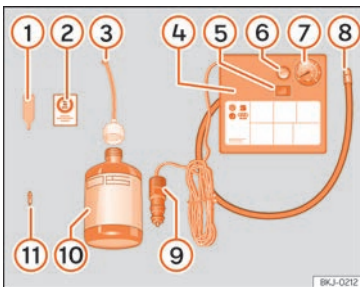

Abb. 32 Prinzipdarstellung: Bestandteile des Pannensets.
Das Pannenset befindet sich im Gepäckraum unter dem Bodenbelag. Es besteht aus folgenden Bestandteilen »» **Abb. 32**:
• Ventilkappe und Ventileinsatz vom Reifenventil abschrauben. Verwenden Sie den Ventileinsatzdreher »» **Abb. 32** ① zum Heraus-schrauben des Ventileinsatzes. Legen Sie den Ventileinsatz auf einem sauberen Untergrund ab.
- Reifendichtmittelflasche kräftig schütteln »» **Abb. 32** ⑩.
- Schrauben Sie den Einfüllschlauch »» **Abb. 32** ③ auf die Dichtmittelflasche. Die Folie am Verschluss wird automatisch durchstoßen.
- Verschlussstopfen vom Einfüllschlauch »» **Abb. 32** ③ entfernen und das offene Ende ganz auf das Reifenventil stecken.
- Ventileinsatz mit dem Ventileinsatzdreher »» **Abb. 32** ① wieder in das Reifenventil schrauben.
- Reifenfüllschlauch »» **Abb. 32** ⑧ des Luftkompressors fest auf das Reifenventil schrauben.
- Prüfen, ob die Luftablassschraube »» **Abb. 32** ⑥ zuge dreht ist.
- Stecker »» **Abb. 32** ⑨ in die 12 Volt-Steckdose des Fahrzeugs stecken »» **Seite 161**.
- Luftkompressor mit dem EIN- und AUS-Schalter »» **Abb. 32** ⑤ einschalten.
- Kleben Sie den Aufkleber »» Abb. 32 ② im Sichtfeld des Fahrers auf das Kombi-Instrument.
Den Reifenfüllschlauch »» Abb. 32 ⑤ wieder anschließen und den Reifenfülldruck an der Reifenfülldruckanzeige ⑥ ablesen.